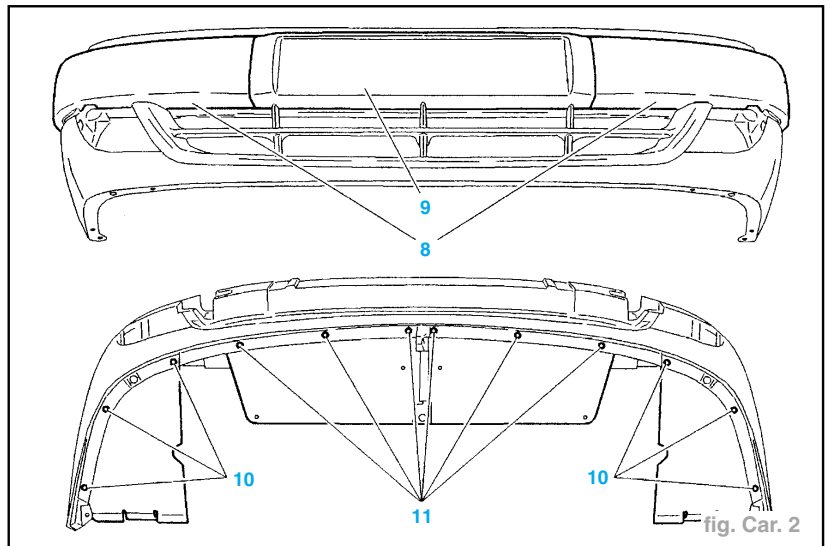

fig. Car. 2
- Déposer (fig. Car. 2) :
- les crosses latérales (8),
- le bandeau central (9),
- les agrafes (10) des diffuseurs de freins,
- les agrafes (11) du déflecteur.